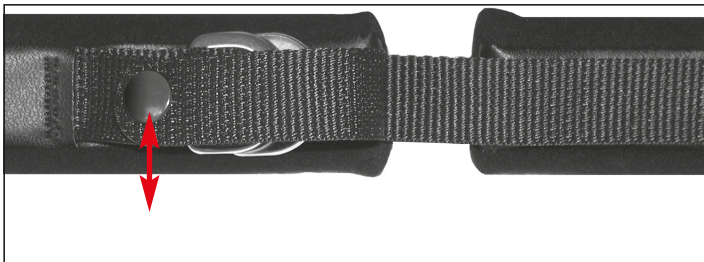

Fig. 2
- Åpne borrelåsen ved å trekke stroppestens terminal (se Fig. 2).
- Fest borrelåsen i nedekanten på stroppen (se Fig. 2).
- Løsne borrelåsen og trekk i stroppestens ende (se Fig. 2).
- Knäpp upp tryckknappen genom att dra ändstoppet på remmen (se Fig. 2).
- Knäpp tryckknappen som sitter på remmens ändstopp (se Fig. 2).
- Åbn trykknappen ved at trække i enden af remmen (se Fig. 2).
- Fastgør trykknappen for enden af remmen (se Fig. 2).